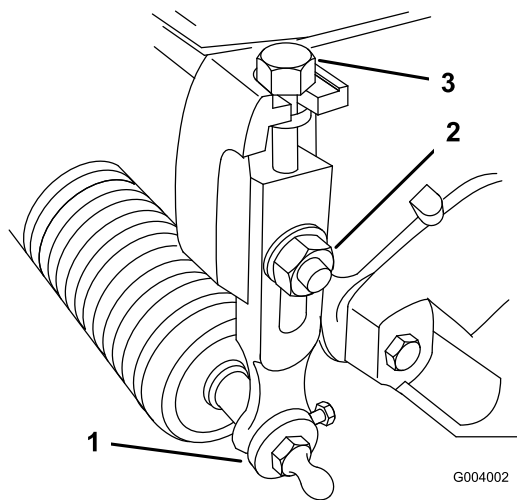

Figure 56
1. Desserrez les contre-écrous qui fixent les bras de hauteur de coupe aux plaques latérales du plateau de coupe (Figure 56).